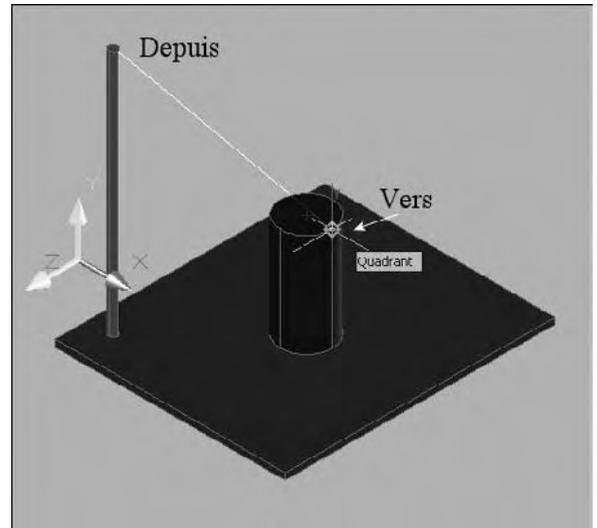

Fig.10.10
- 3 Cliquez pour spécifier une direction (Vers) (fig.10.10).